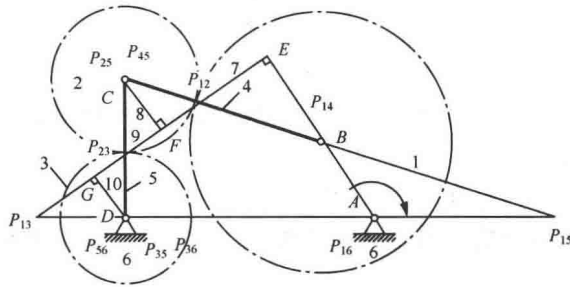

图 1-3-4
(2) 根据三心定理可确定构件 1、3, 构件 1、5 的瞬心, 如图 1-3-4 所示, 其中 P_{25} 、 P_{45} 重合, 且位于转动中心 C 点; P_{35} 、 P_{56} 、 P_{36} 重合, 且位于转动中心 D 点。由瞬心性质有
(3) 如图 1-3-4 所示, 将两高副用 C 、 G 、 D 三个低副代替。替代后低副机构为 AEF - CGD 及原 $ABCD$ 四杆机构。其中 AB 、 AE 同为构件 1, 上述机构变为 1、4、5、7、8、9、10、6 八杆机构。